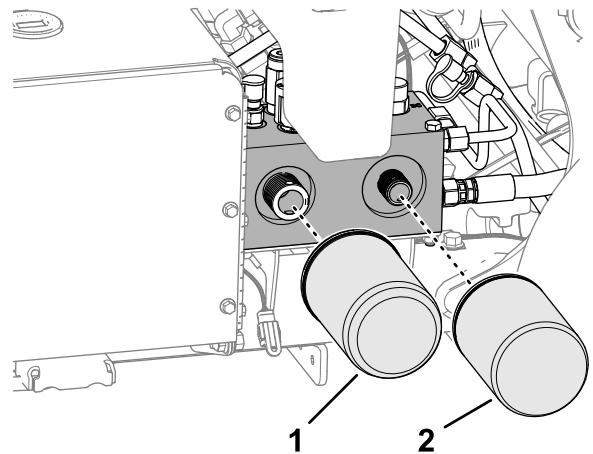

Bild 181
2. Stellen Sie eine Auffangwanne unter den Filter, bauen Sie den alten Filter aus und wischen Sie die Dichtungsfläche des Filterstutzens sauber (**Bild 181**).